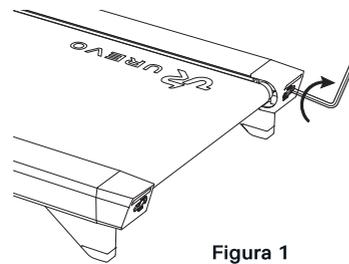

Figura 1
- Si la cinta de caminar está desviada hacia la izquierda, por favor con la llave hexagonal gire 1/4 de vuelta en sentido horario el tornillo del rodillo tensor izquierdo (por favor consulte la figura 1).